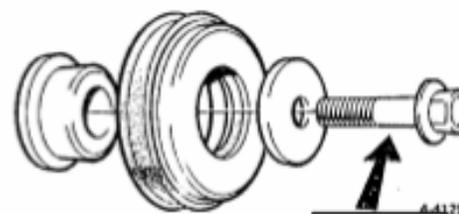

Fig. 34
- c. Sacar el tornillo de seguridad (11) y quitar el vástago (13) de la palanca (10). Fig. 34
- d. Sacar el reten del vástago (3).